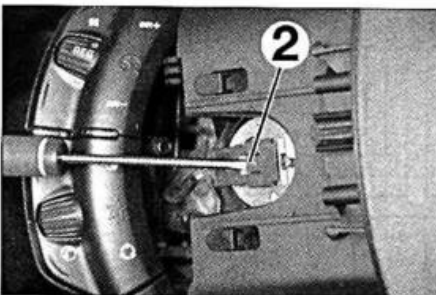

FIG. 2
- Con un destornillador fino y plano, levantar la grapa (2) para desbloquear el conector y desconectarlo (fig. 2).